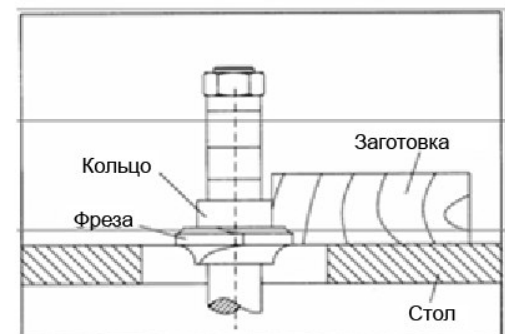

Рисунок 32
2. При использовании копировального кольца над фрезой, как показано на Рис. 32, процесс фрезерования не виден, но этот метод имеет преимущество в том, что на обработку не влияют незначительные отклонения толщины заготовки. Кроме того, случайный подъем заготовки не разрушит её; просто повторите операцию, чтобы исправить